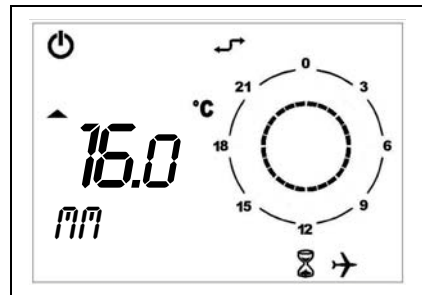

Figura 8
- Funzionamento **SPENTO TEMPORIZZATO (PROGRAMMA VACANZE)**: segnalato dalla compresenza dell'icona clessidra e dall'icona aereo (vedi Figura 8).
Per attivare il funzionamento automatico forzato è sufficiente premere i tasti **UP** o **DOWN** ed impostare la temperatura desiderata (nell'esempio 20°C). Sul display compariranno l'icona automatico e manuale (Figura 8).
- Durante l'intero periodo sul display sarà visibile il tempo rimanente (vedi Figura 8).